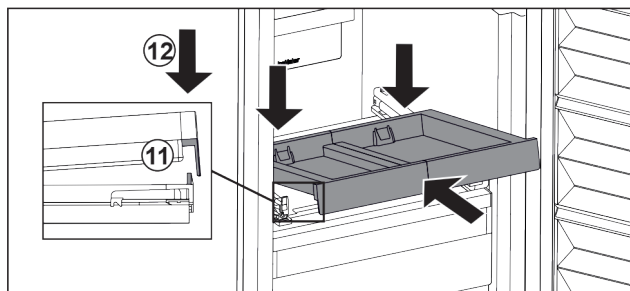

Fig. 195
- ▶ Iebīdiet ieslīpi. Uzmaniet, lai abās pusēs atbalsts ir aiz cilpas. Fig. 195 (11)
- ▶ Nolaidiet izvelkamo plauktu priekšā. Fig. 195 (12)